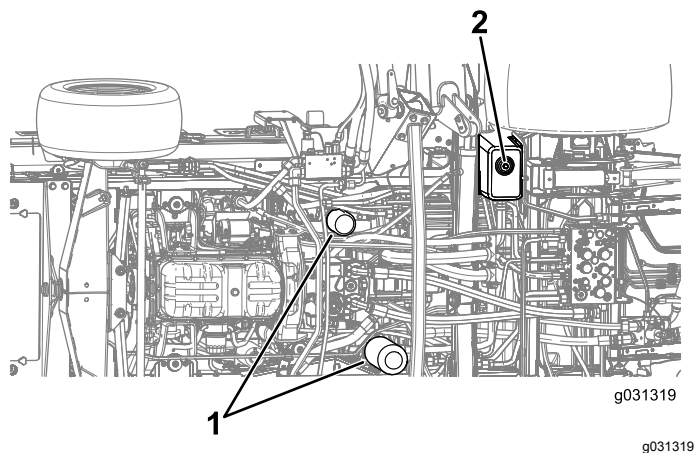

Figura 122
4. Retire el tapón de vaciado de la parte inferior del depósito y deje que se drene el fluido hidráulico al recipiente (Figura 122).
7. Coloque un recipiente debajo del filtro y retire el filtro (Figura 122).